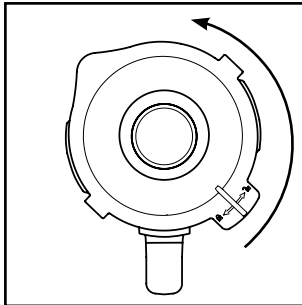
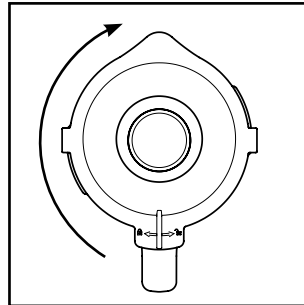

Fig. 1
Fig. 2
- 1) Détachez le bol mixeur ❸ tout droit vers le haut du bloc moteur ❹.
- 2) Retirez le couvercle ❷ en le tournant dans le sens anti-horaire en direction de la position ↺ (voir fig. 1), jusqu'à pouvoir le retirer par le haut.
- 3) Remplissez le bol mixeur ❸.
- 4) Appuyez à nouveau fermement le couvercle ❷ sur le bol mixeur ❸ de manière décalée. Refermez le couvercle ❷ en le tournant dans le sens horaire jusqu'à ce qu'il encrante audiblement en position ↻ (voir fig. 2). Veillez à ce que le bec verseur du bol mixeur ❸ soit fermé. Le moteur ne peut démarrer que si le couvercle ❷ est posé de manière alignée.